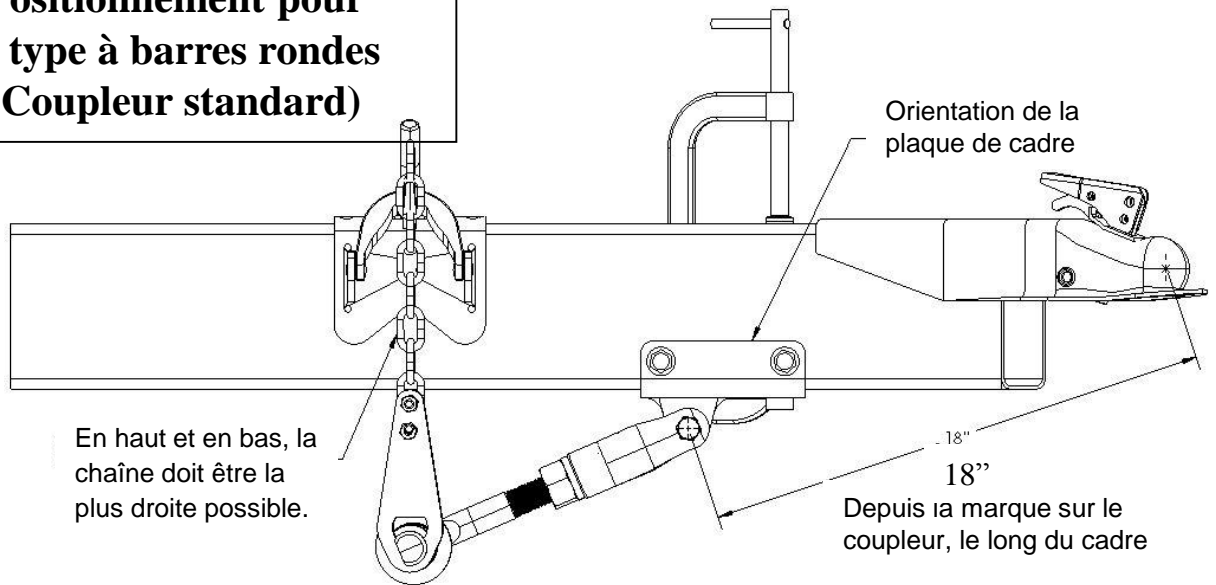

Figure 7 – Positionnement approximatif du bras de came pour le dispositif de répartition de charge à barres rondes
- À l'aide d'une bride en C proportionnée à la hauteur du cadre de remorque et à la plaque de cadre du Dual Cam HP, fixer temporairement le bras de came Dual Cam HP au cadre de remorque et à la plaque de cadre Dual Cam HP, comme illustré à la figure 6 (ensemble de répartition de charge de type à tourillons) ou à la figure 7 (ensemble de répartition de charge à barres rondes).